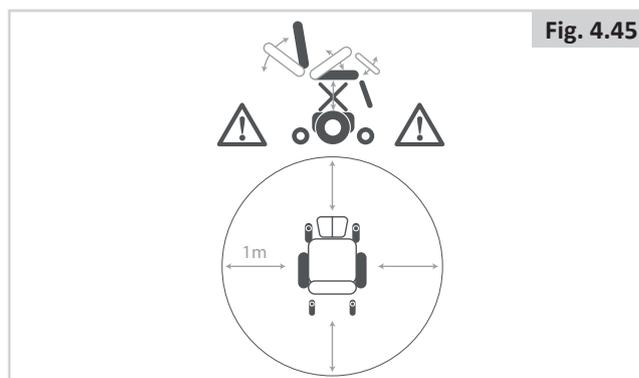

Fig. 4.45
- Come per tutte le parti mobili, fare attenzione a non schiacciarsi le dita, (Fig. 4.45).